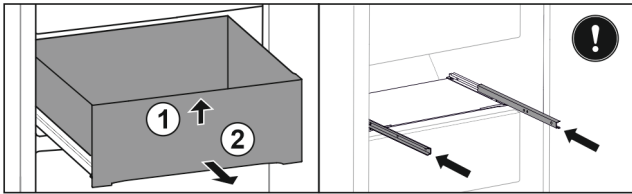

Fig. 36
- ▶ Повдигнете чекмеджето отпред. Fig. 36 (1)
- ▶ Извадете чекмеджето напред. Fig. 36 (2)